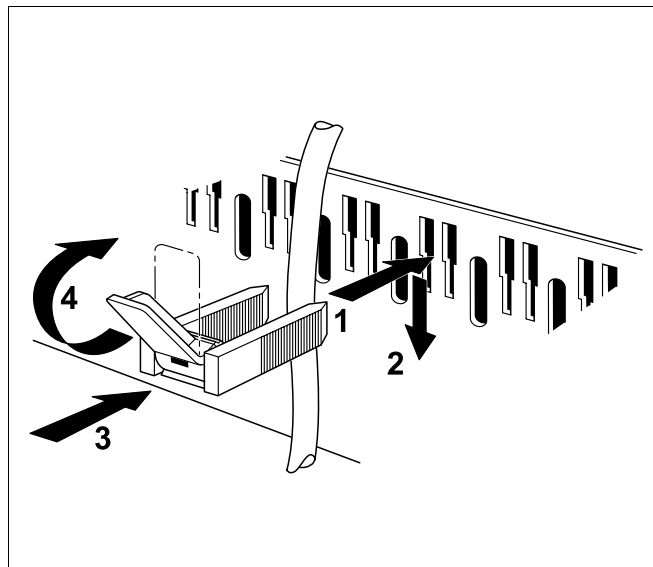

Fig. 27 Fastspænd ledningerne med kabelklemmer.
- Sæt kabelklemmen med ilagt ledning oppefra og ned i klemmerammens spalte; palens fremspring skal pege opad (fig. 27, **trin 1**).
- Skub kabelklemmen nedad (fig. 27, **trin 2**).
- Tryk imod hullerne (fig. 27, **trin 3**).
- Vip palen rundt (fig. 27, **trin 4**).